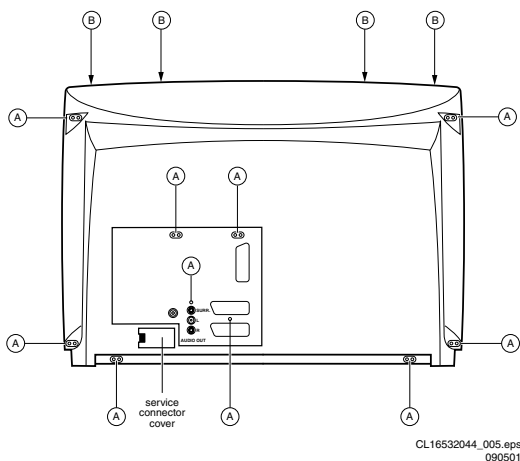

Figura 4-1
1. Quite la cubierta 'Conector de servicio' (consulte la Figura 4.1).